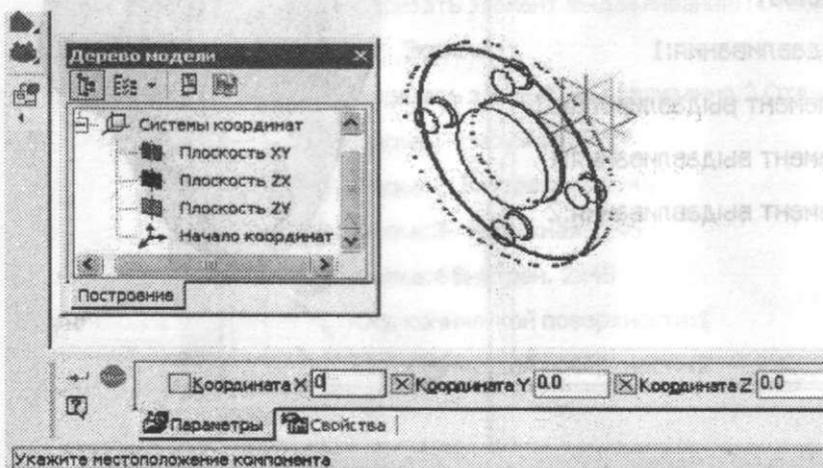

Рис. 71. Вставка в сборку детали «Фланец»
вставки на панели Свойств (рис. 71): рекомендуемые координаты точки вставки детали «Фланец»: $X=0, Y=0, Z=0$.
2.4.2. Задать точку вставки. Принять координаты вставки для осей координат: $Y=0$, $Z=0$. Координату X можно задать на панели Свойств или вставить деталь «Крышка» произвольно на экране, а затем переместить ее в нужное место (см. рис. 71). Команды Перемещения расположены в меню Сервис, а кнопки для их вызова на панели Редактирование сборки. Можно включить контроль соударения, когда возможность перемещения детали только до «соприкосновения» с другим компонентом будет контролироваться подсветкой граней при соударении или звуковым сигналом при столкновении.